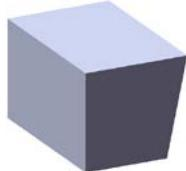
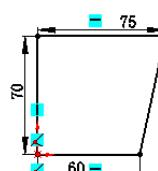

图 5.24.2 凸台-拉伸 1
图 5.24.3 横断面草图
Step2. 创建图 5.24.2 所示的零件基础特征——凸台-拉伸 1。
(1) 选择命令。选择下拉菜单 **插入(I)** → **凸台/基体(B)** → **拉伸(E)…** 命令。
(2) 定义特征的横断面草图。选取前视基准面作为草图基准面；在草图绘制环境中绘制图 5.24.3 所示的横断面草图；选择下拉菜单 **插入(I)** → **退出草图** 命令，系统弹出“凸台-拉伸”对话框。